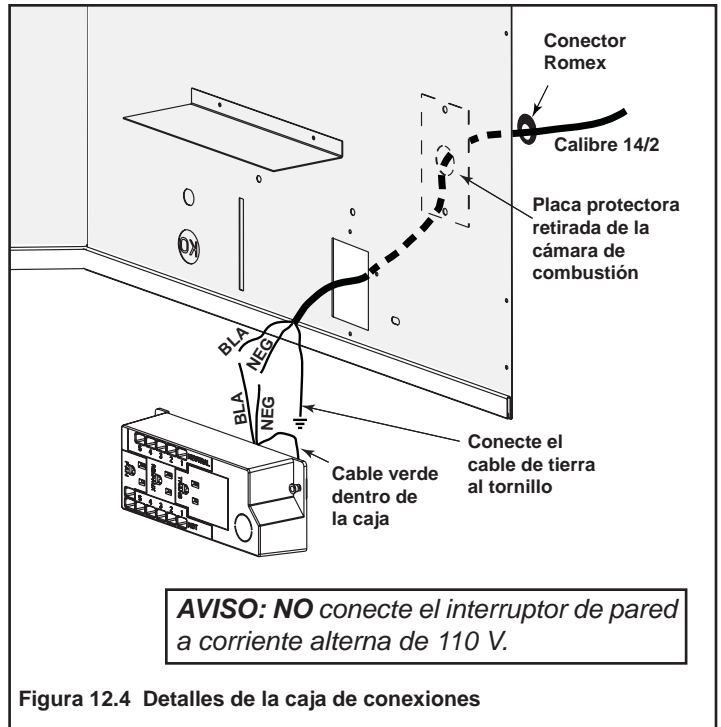

Figura 12.4 Detalles de la caja de conexiones
- Retire el tornillo que sujeta la caja de conexiones al exterior de la chimenea. Gire la caja de conexiones hacia adentro para desmontarla de la parte exterior de la chimenea (consulte la Figura 12.4).
- Jale los cables eléctricos que se encuentran en la parte exterior de la chimenea a través de la abertura hasta el compartimento de la válvula y asegúrelos con un conector Romex. Consulte la Figura 12.4.